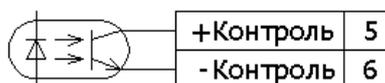

Рис.3. Схема выхода «Контроль сети».
*** ВНИМАНИЕ! В момент короткого замыкания в цепи нагрузки, при подключенной аккумуляторной батарее, происходит перегорание предохранителя в цепи АКБ (см. рис.3).**
4.4. Выход контроля напряжения в сети «Контроль сети» - транзисторный ключ (см. рис.3), гальванически не соединенный со схемой преобразователя напряжения С50-02, имеющий два состояния: